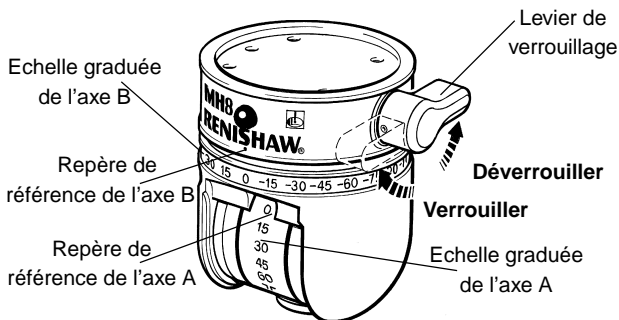

Figure 4 – Fonctionnement du levier de verrouillage
- Pour changer l'orientation du palpeur : - (voir Figure 4)